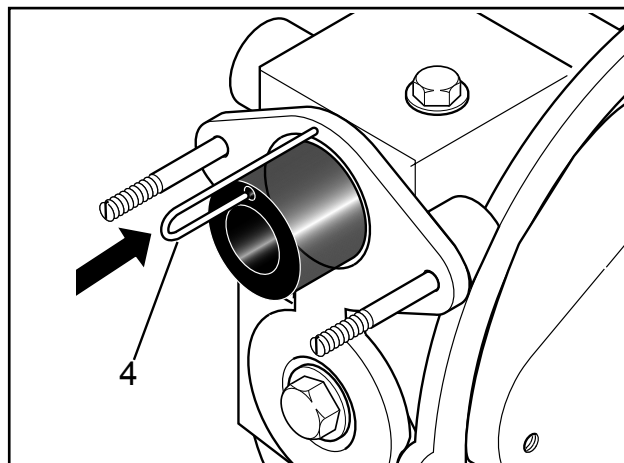
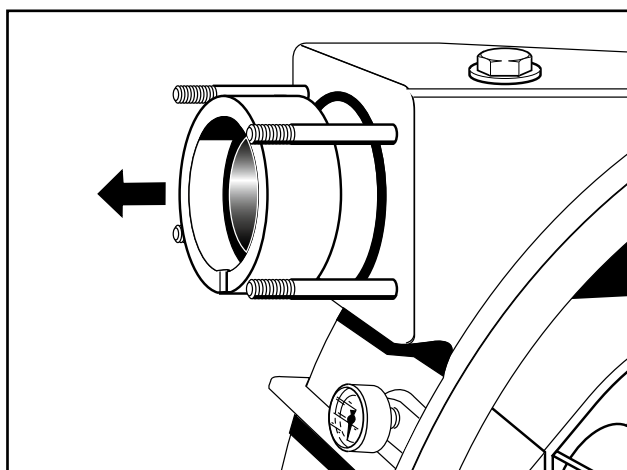

Fig. 15 4 Posizione tubicini di sfiato IP100/200
Fig. 17 Smontaggio del pacchetto di anelli di bloccaggio
6. Poi smontare i tubicini di sfiato lato aspirante e lato mandata (Fig. 15 e 16). Rimuovere l'anello di tenuta, l'anello di fissaggio, l'anello a gradino e la guarnizione O-Ring dal tubo flessibile trasportatore (Fig. 17).
IP 400-800: Dapprima infilare il tubicino di sfiato (lato aspirazione) nel piccolo foro del tubo e metterlo nella scanalatura dell'anello di tenuta (stretto) (Fig. 17). Infilare l'altra estremità nel raccordo a vite angolare e avvitare mediante dado a risvolto.